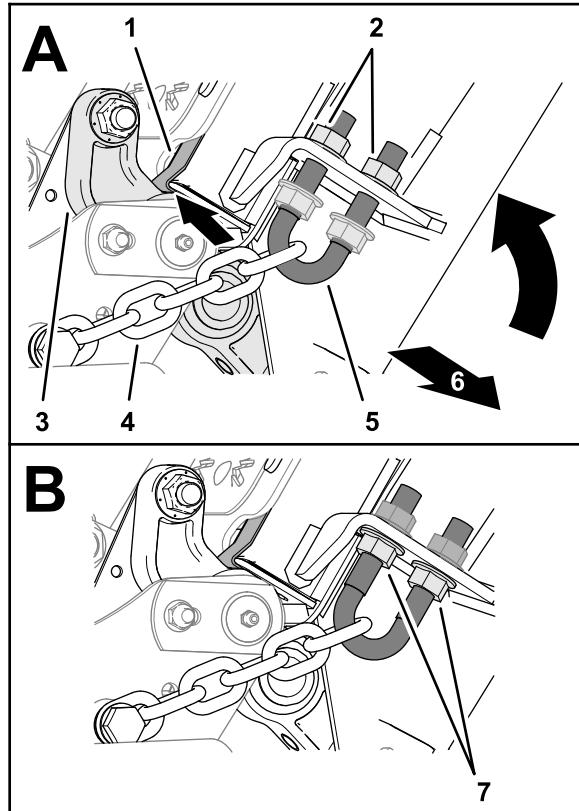

Figure 35
1. À l'avant du plateau, serrez les écrous à embase crantée extérieurs jusqu'à ce que les chaînes soient tendues (Figure 35).
2. Vissez les écrous à embase crantée intérieurs (Figure 35) et serrez-les à un couple de 103 à 127 N·m.